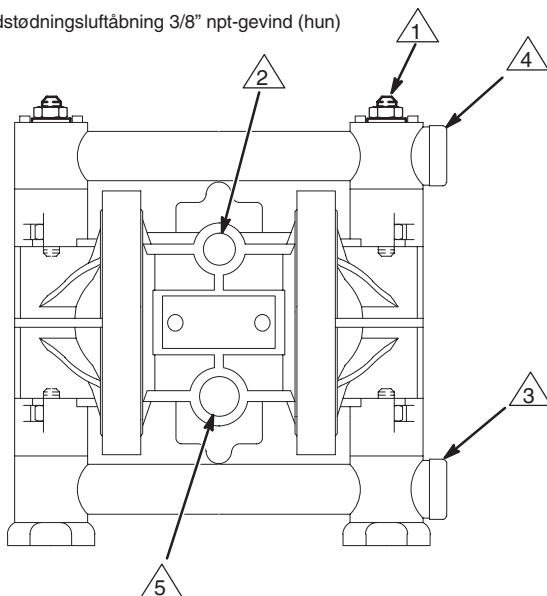
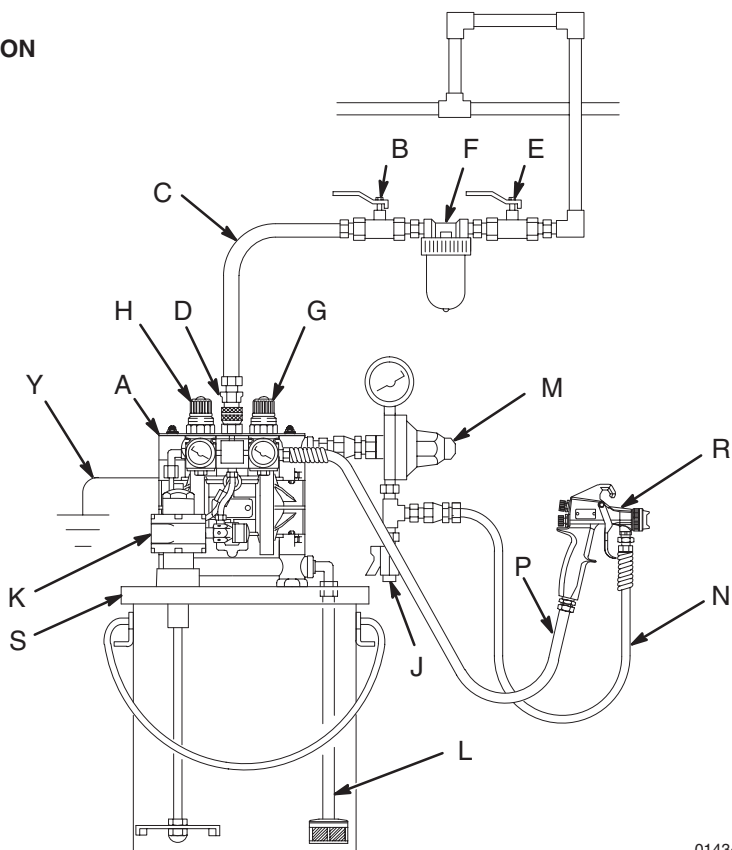

Fig. 2
Fig. 5
- a. Væsketrykket kan reguleres på to måder. Væsketrykket styres på luftsiden ved at montere en luftregulator (H). Væsketrykket styres på væskesiden ved at montere en væskeregulator (M) tæt på pumpens væskeafgang (se Fig. 5).
- b. Anbring en hovedudluftningsventil (B) nær pumpen, og anvend den til at fjerne luftlommer. Se den **ADVARSEL**, der er vist ovenfor. Anbring den anden hovedudluftningsventil (E) på tryksiden af alt luftledningstilbehør, og anvend den til at isolere disse under rengøring og reparation.
- c. Luftledningsfilteret (F) anvendes til at fjerne ødelæggende snavs og fugt fra den tilførte trykluft.
2. Monter en elektrisk ledende, fleksibel luftslange (C) mellem tilbehøret og 1/4" npt-gevindet (hun) på pumpens luftindtag (se Fig. 2). Anvend en luftslange med en indvendig diameter på mindst 6,3 mm. Skru en luftledningslynkobling (D) på enden af luftslangen (C), og den modsvarende koblingsfitting forsvarligt fast på pumpens luftindtag. Slut ikke koblingen (D) til fittingen på nuværende tidspunkt.
- Pumpens væskeindtag er 3/8" npt-gevind (hun). Se Fig. 2. Skru væskefittingen forsvarligt ind i pumpeindtaget. Anvend altid et foreneligt flydende gevindpakningsmiddel eller PTFE-tape på tilslutningerne for at forhindre, at der trænger luft ind i materialeledningen.
- Anvend elektrisk ledende slanger (N). Pumpens væskeafgang er 3/8" npt-gevind (hun). Se Fig. 2. Skru væskefittingen forsvarligt ind i pumpeafgangen.
- Monter en væskeregulator (M) på pumpens væskeafgang til om ønsket at regulere væsketrykket (se Fig. 5). En anden metode til regulering af trykket er beskrevet i afsnittet **Luftledning**, under trin 1a.
- Monter en væskeaftapningsventil (J) nær væskeafgangen. Se den **ADVARSEL**, der er vist ovenfor.
Pumpen leveres med væskeindtaget og væskeafgangen vendende i samme retning. Se Fig. 2. Hvis det ønskes, kan retningen for en eller begge åbninger ændres. Fjern manifolden eller manifolderne fra pumpen som forklaret under trin 1, 2 og 4 på side 21. Foretag tilslutning igen til den åbning, der vender i den ønskede retning. **Undgå at overspænde boltene.**